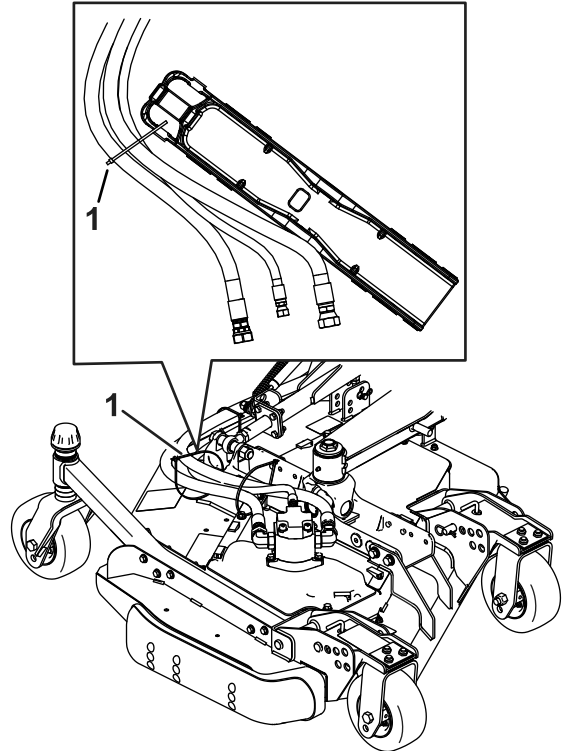

Figura 5
12. Instale la brida (Figura 5).